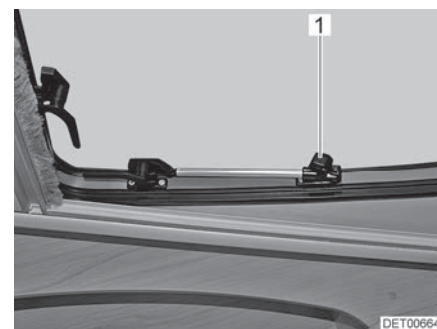

Fig. 37 Toit ouvrant avec bras pivotants, ouvert
- Ouvrir le toit ouvrant jusqu'à la position voulue et le bloquer avec la molette (Fig. 37,1).
- Tourner la molette (Fig. 37,1) jusqu'à ce que le dispositif de blocage soit libéré.